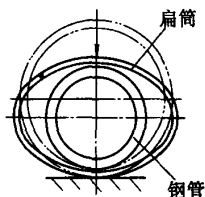

图 3
(3) 焊接 用气焊或 CO_2 保护焊, 焊后磨平焊缝凸起。
(4) 压扁 用人工将上序的圆筒压成扁筒, 以便放入整形胀胎。为控制压扁量, 可在圆筒中垫1个外径略小于椭圆筒短轴的钢管见图3。